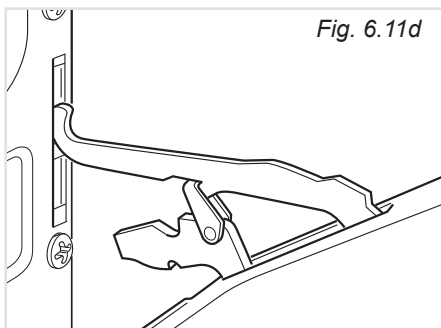

Fig. 6.11d
- Estrarre anche la baionetta superiore delle cerniere dal loro alloggiamento (fig. 6.11d).